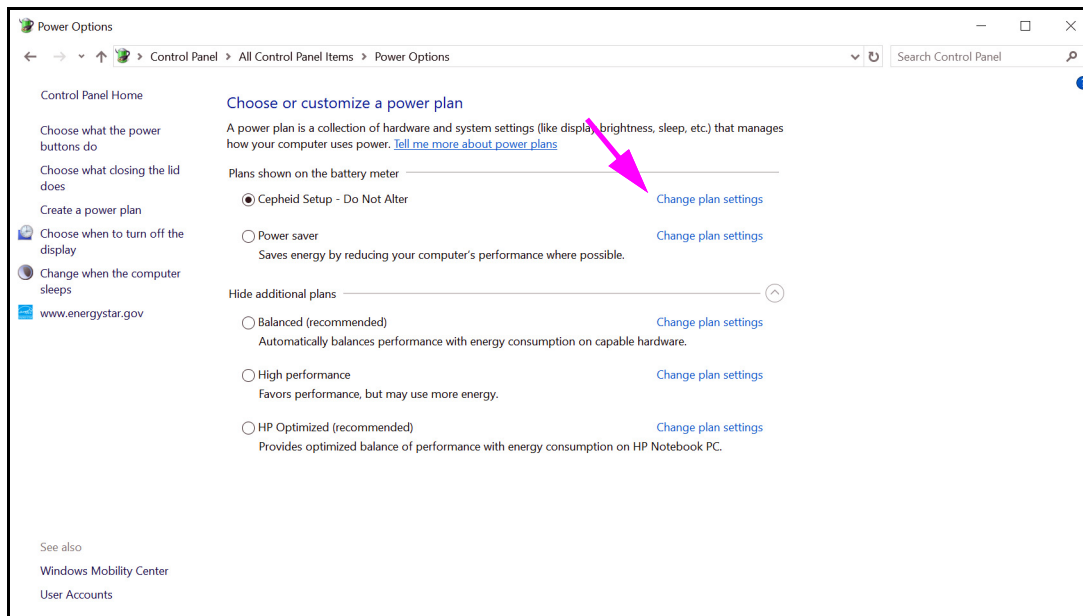
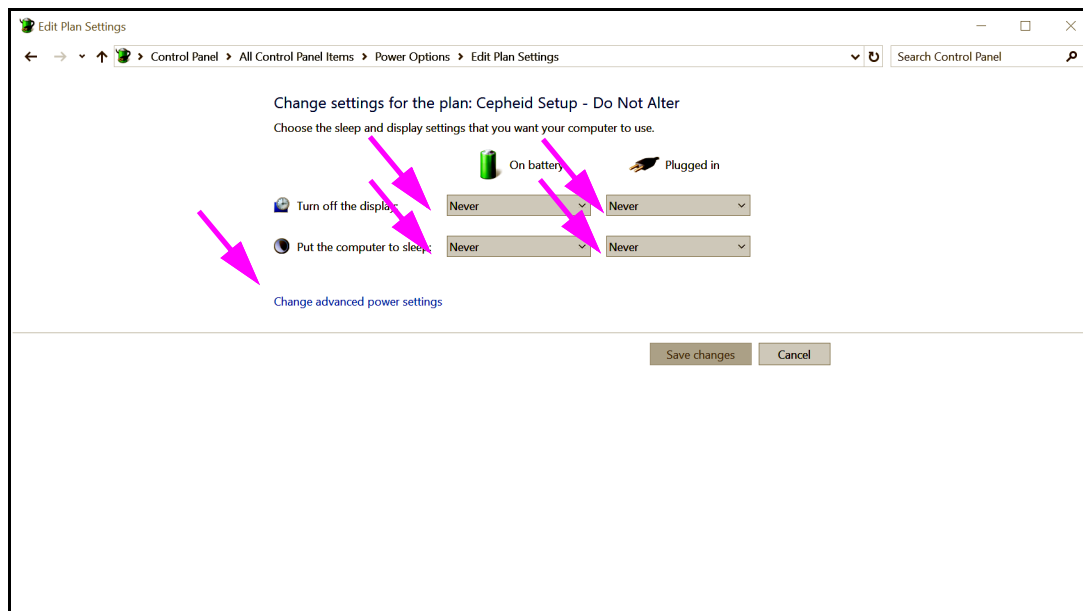
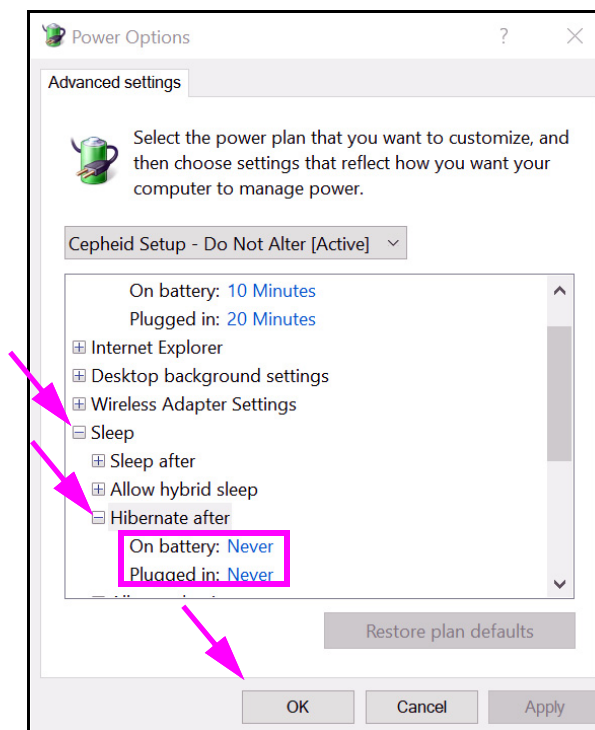
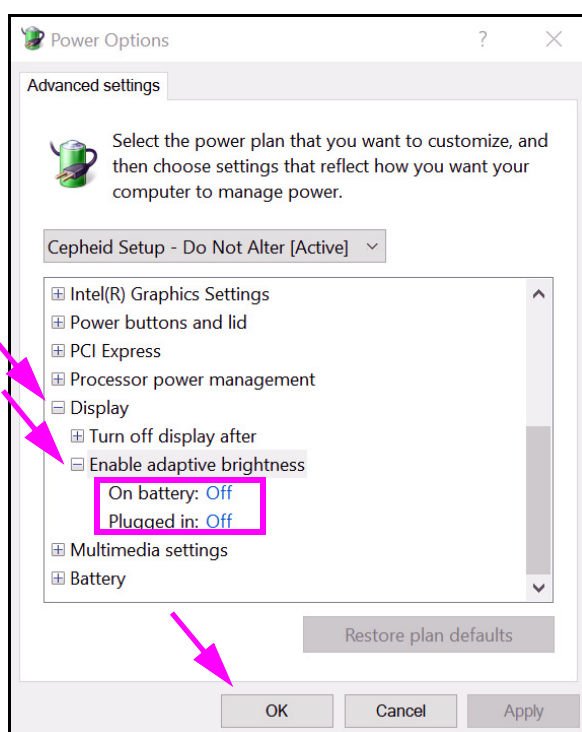

Figura 2-25. Ventana Power Options (Opciones de energía)
Figura 2-26. Ventana Edit Plan Settings (Editar la configuración del plan)
Figura 2-27. Ventana Power Options—Advanced settings (Opciones de energía: Configuración avanzada) (Sleep [Suspender])
Figura 2-28. Ventana Power Options—Advanced settings (Opciones de energía: Configuración avanzada) (Display [Pantalla])
3. En el apartado **Cepheid Setup—Do Not Alter (Configuración de Cepheid—No modificar)**, haga clic en **Change plan settings (Cambiar la configuración del plan)**. Consulte la figura 2-25. Aparece la ventana **Edit Plan Settings (Editar la configuración del plan)**. Consulte la figura 2-26.
4. Asegúrese de que las opciones **Turn off the display (Apagar la pantalla)** y **Put the computer to sleep (Poner al equipo en estado de suspensión)** estén ajustadas a **Never (Nunca)** en las opciones **On battery (Con batería)** y **Plugged in (Con corriente alterna)**. Asimismo, asegúrese de que el control deslizante de la opción **Adjust plan brightness (Ajustar brillo del plan)** esté ajustada en el nivel de máximo brillo. Consulte la figura 2-26.
5. Haga clic en **Change advanced power settings (Cambiar la configuración avanzada de energía)** (consulte la figura 2-26). Aparece la ventana Power Options—Advanced settings (Opciones de energía: Configuración avanzada). Consulte la figura 2-27.
6. En la ventana Power Options—Advanced settings (Opciones de energía: Configuración avanzada), haga doble clic en **Sleep (Suspender)** para expandir la vista, y luego haga doble clic en **Hibernate after (Hibernar tras)**. Consulte la figura 2-27.
- A. **Ordenadores de escritorio:** Verifique que el valor de esta **Setting (Configuración)** esté ajustado a cero (0) o a **Never (Nunca)**. En caso contrario, cambie el valor de esta **Setting (Configuración)** a cero (0) o a **Nunca (Never)**.
- B. **Portátiles solamente:** Verifique que los valores **On battery (Con batería)** y **Plugged in (Con corriente alterna)** estén ajustados a **Never (Nunca)**. En caso contrario, haga clic en **On battery (Con batería)** y/o **Plugged in (Con corriente alterna)**, y luego utilice las teclas de flecha arriba/abajo para establecer los valores a cero (0) en la opción seleccionable.
7. En la ventana Power Options - Advanced settings (Opciones de energía: Configuración avanzada), haga doble clic en **Display (Pantalla)** para expandir la vista, y luego haga doble clic en **Enable adaptive brightness (Activar brillo adaptivo)**. Consulte la figura 2-28.
11. **Portátiles solamente:** Haga clic en **Cancel (Cancelar)** para cerrar la ventana Edit Plan Settings (Editar la configuración del plan). Aparece la ventana Power Options (Opciones de energía) (consulte la figura 2-25).